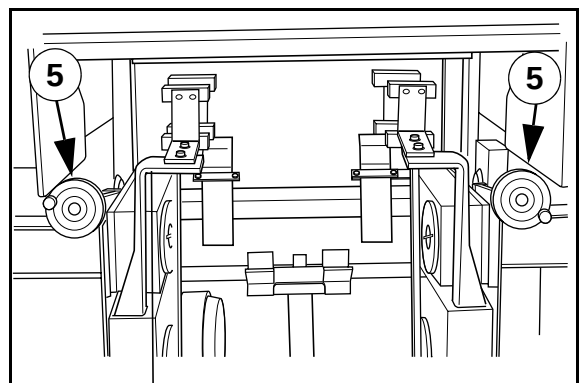

Abb. 26 Abstand einstellen
- 5 Stellen Sie den Abstand zwischen den Fingerplatten durch Drehen des Knopfs ein, siehe Abb. 26. Der Abstand sollte sein: Bahnbreite (B) plus 20-25 mm auf jeder Seite. Beide Fingerplatten sollte von der Maschinenmitte den gleichen Abstand haben.